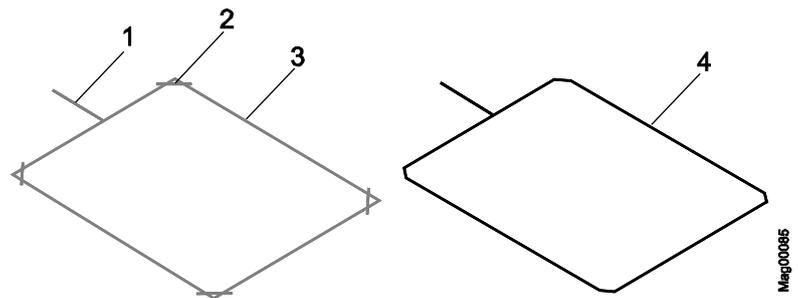

Abb. 20: Induktionsschleife in Bitumen, Asphalt oder Beton verlegen
1. In den Belag oder Asphalt mit einer Trennscheibe eine 50 mm tiefe Nut schneiden. Die Nut muss an jeder Stelle gleich tief sein. Ecken der Nut gemäß Abb. 20 im 45°-Winkel schneiden.